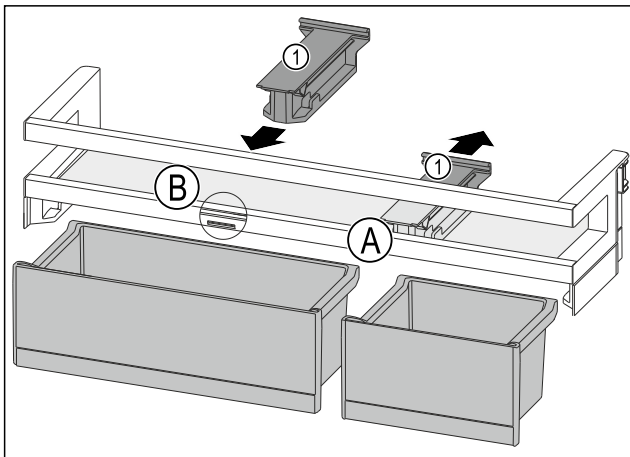

Fig. 85
- ▶ Снимите крепление Fig. 85 (1) в позиции Fig. 85 (A), отодвинув его назад.
- ▶ Установите крепление Fig. 85 (1) в позиции Fig. 85 (B).